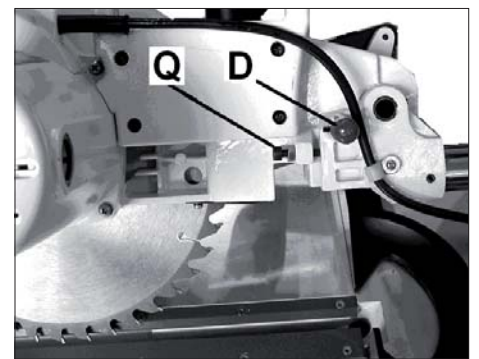

Рис. 2
- Чтобы разблокировать голову пилы, вытащите фиксатор (D, Рис. 2) головы пилы. Голова пилы медленно поднимется вверх.
- Закрутите блокировочную рукоятку (P, Рис. 2), с помощью ручки медленно опустите голову пилы.
- Ослабьте блокировочную рукоятку (L, Рис. 2).
- Отодвиньте кожух пильного диска (P, Рис. 2), с помощью ручки медленно опустите голову пилы.